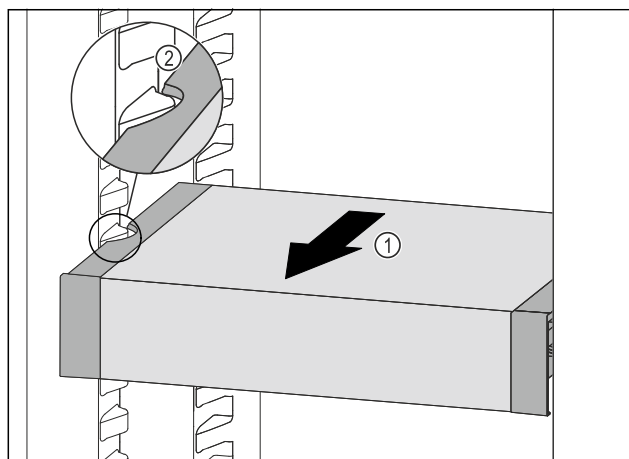

Fig. 248
- Потягнути VarioSafe вперед Fig. 248 (1), поки бокові заглиблення VarioSafe не опиняться на рівні ребра для ємності в охолоджувальному відділенні. Fig. 248 (2)